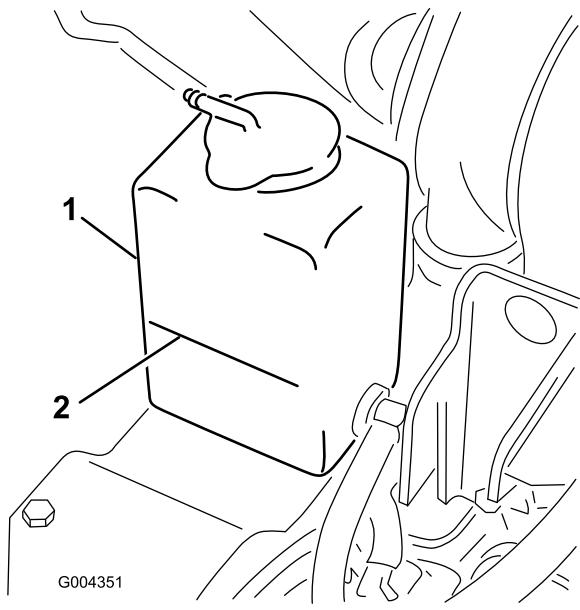

Figure 20
- 1. Vérifiez le niveau du liquide de refroidissement dans le vase d'expansion (Figure 20).